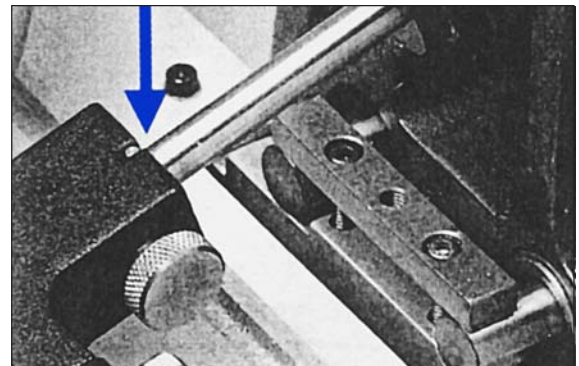

Abb. 11.2
6. Schieben Sie den Messerhalter auf den Schaft, bis der „Schlitz“ im Halter den Stift vollständig umschließt und fest am Stift anliegt. Ziehen Sie die Klemmschraube gut fest (**Abb. 11.2**).